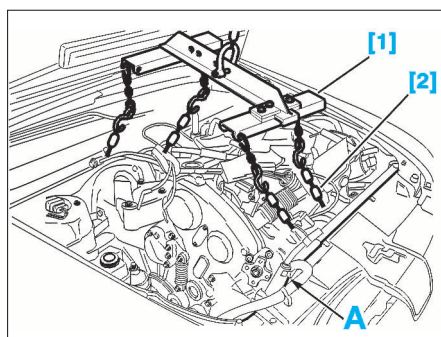

FIG. 101
- Accrocher le moteur au palonnier [1] à l'aide des chaînes de levage [2] (Fig.101).
- les 2 vis (26).
- la cale élastique (27).
- les 4 vis (28).
- la tôle support de boîte de vitesses (29).
- Dégager et brider la pompe de direction assistée sur la traverse avant en (A) (Fig.101).